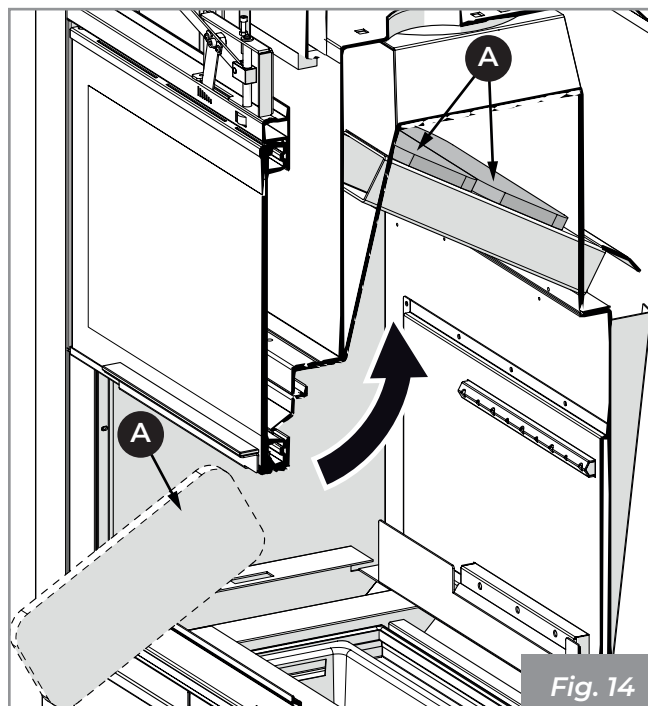

Fig. 14
- 1) Positionner les deux déflecteurs supérieurs (A) (Fig. 14).